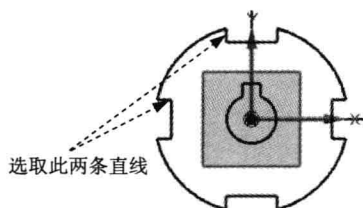

图 2.11 等长约束 1
(1) 添加约束 1。单击“约束”按钮，选取图 2.11 所示的两条直线，系统弹出“约束”工具条，单击按钮，则两条直线上会添加“等长”约束。